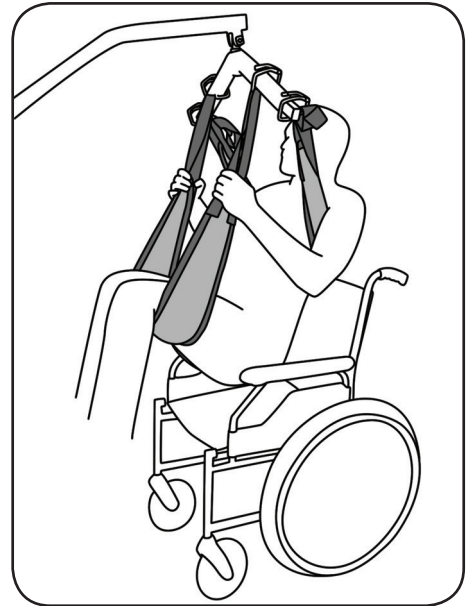

Abb. 8.3.06 – Anheben des Patienten
10. Heben Sie den Patienten mit dem aks-Patientenlifter an (Abb. 8.3.06). Beobachten Sie dabei den Patienten und die Straffung des Liftergurtes. Korrigieren Sie gegebenenfalls den Sitz des Liftergurtes durch erneutes Ablassen des Patienten und Verschieben der ungünstig sitzenden Teile des Liftergurtes. Beobachten Sie während des gesamten Hebevorganges ständig den Patienten und den Sitz des Liftergurtes. Heben Sie den Patienten nur so hoch wie nötig.